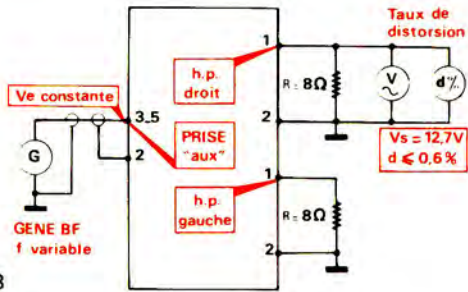

Fig. 23
5. MESURE DU TAUX DE DISTORSION PAR HARMONIQUES (Fig. 23 et 24)